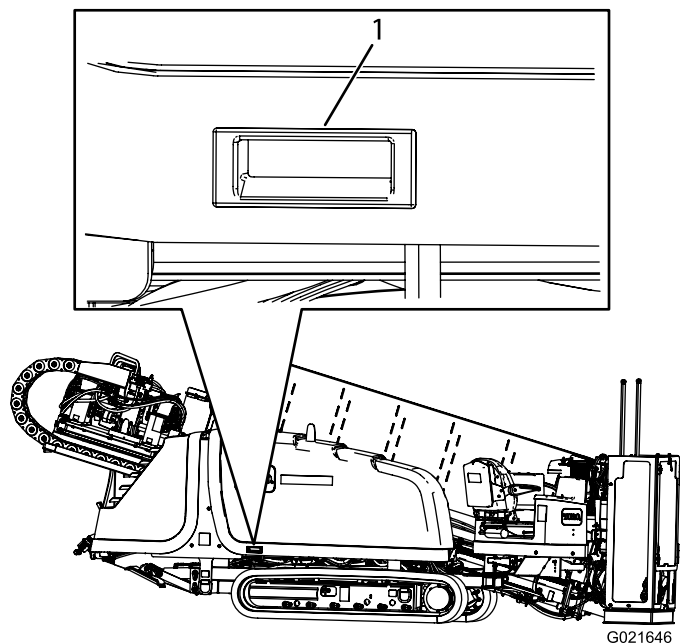

Figura 59
3. Levante a maçaneta como mostrado na Figura 59.